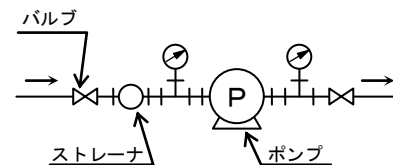

図 3
- (3) 吐出し配管が長い場合、実揚程が高い場合、および 2 台以上のポンプ並列運転の場合には、必ずポンプの吐出し側に、逆止め弁を取り付けてください。逆止め弁は、ポンプ本体と吐出し弁の間に取り付けてください。
- (4) 装置上どうしても空気だまりが避けられない箇所には、空気抜き弁を取り付けてください。ただし、吸込配管などで負圧になる所には取り付けないでください。逆に空気を吸込みます。
- (5) ポンプ吐出し側（または吸込側）に注油口を設けてください。
- (6) 吸込配管には、異物などを吸い込まないように、図 3 のようにストレーナを取り付けてください。